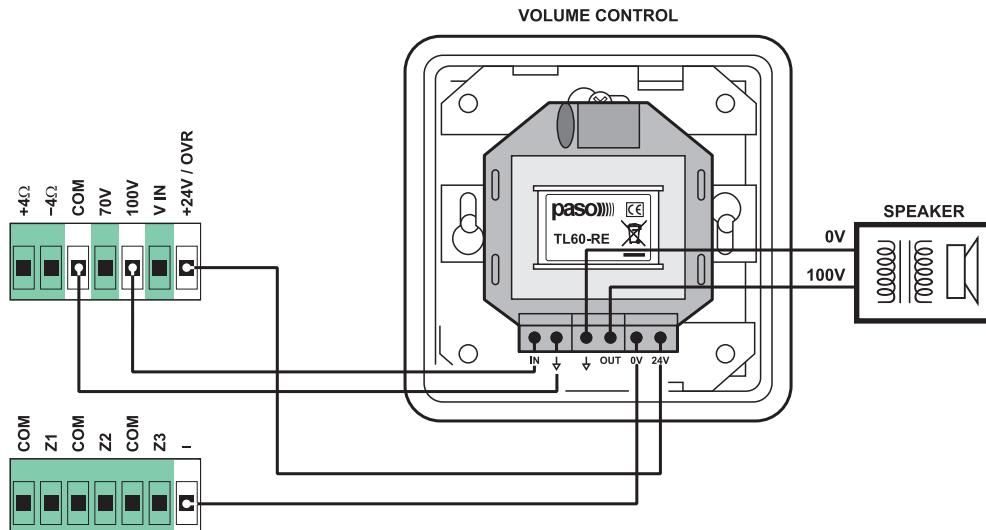

Fig. 4.11.1
Sulle morsettiere di uscita (13) e (31) è disponibile un'uscita di OVERRIDE a 24Vcc per attivare i relè di by-pass dei regolatori di volume per i diffusori sonori, in modo da consentire la diffusione dell'annuncio al massimo livello. **Tale comando è attivo nella condizione di chiamata in corso (CALL).** L'uscita è protetta da fusibile ripristinabile, la portata massima è di 120 mA. Vedere la Fig. 4.11.1 per un esempio di collegamento.
A 24Vdc OVERRIDE output is available on the output terminal blocks (13) and (31) to activate the volume regulator by-pass relays for the loudspeakers, so that the announcement can be broadcast at the highest level. **This control is active in the call-in-progress (CALL) condition.** The output is protected by a resettable fuse, the maximum capacity is 120 mA. See Fig. 4.11.1 for a connection example.